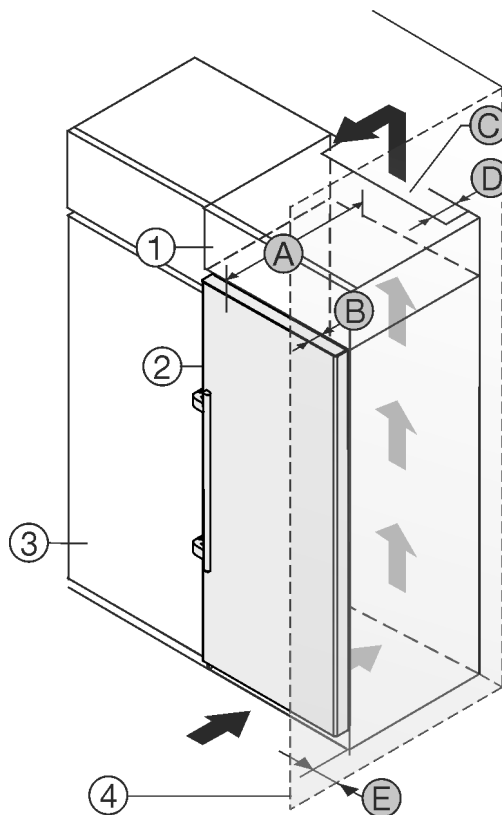

Fig. 2
- (1) Дополнительный шкафчик\*
- (2) Устройство\*
- (3) Кухонный шкаф\*
- (4) Стена\*
- (A) Глубина устройства\*
- (B) Глубина двери\*
- (C) Вентиляционное сечение\*
- (D) Расстояние до обратной стороны устройства\*
- (E) Расстояние до стороны устройства\*
Вы можете установить устройство непосредственно рядом с кухонным шкафом Fig. 2 (3)\*.
На задней стенке дополнительного шкафчика должен быть вентиляционный канал с глубиной Fig. 2 (D) по всей ширине этого шкафа.\*
Нужно соблюдать вентиляционное отверстие Fig. 2 (C) под нижней панелью.\*
Если устройство устанавливается на шарнирах у стены Fig. 2 (4), то расстояние между устройством и стеной должно быть не менее 57 мм. Это соответствует расстоянию, на которое выступает ручка при открытой дверце.\*
Чтобы можно было полностью открыть дверь, устройство должно выступать на глубину двери Fig. 2 (B) относительно передней стенки кухонного шкафа. В зависимости от глубины кухонных шкафов Fig. 2 (3) и использования пристенных распорок устройство может выступать и больше.\*